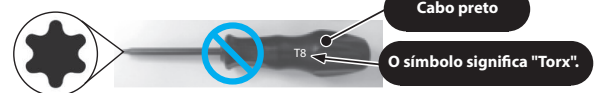

Fig. 2 Chave "Torx" (NÃO use para MEW)
2. Consulte a Fig. 2 para a chave "Torx". (Cabo preto)